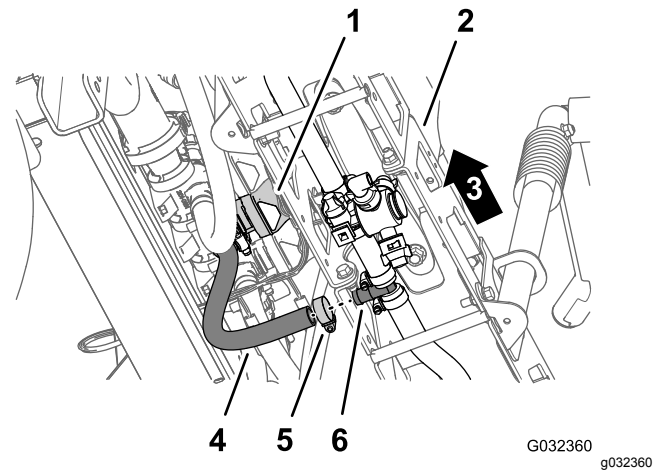

图 38
5. 在中间喷洒臂段下方取下将喷洒臂段的供水软管固定到宝塔 T 形接头的软管夹图 38。